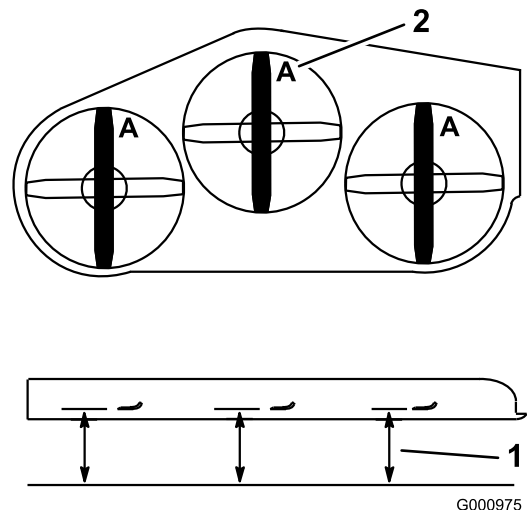

Figura 86
2. Mida desde una superficie nivelada hasta el filo de corte, posición A, de las cuchillas (Figura 86).